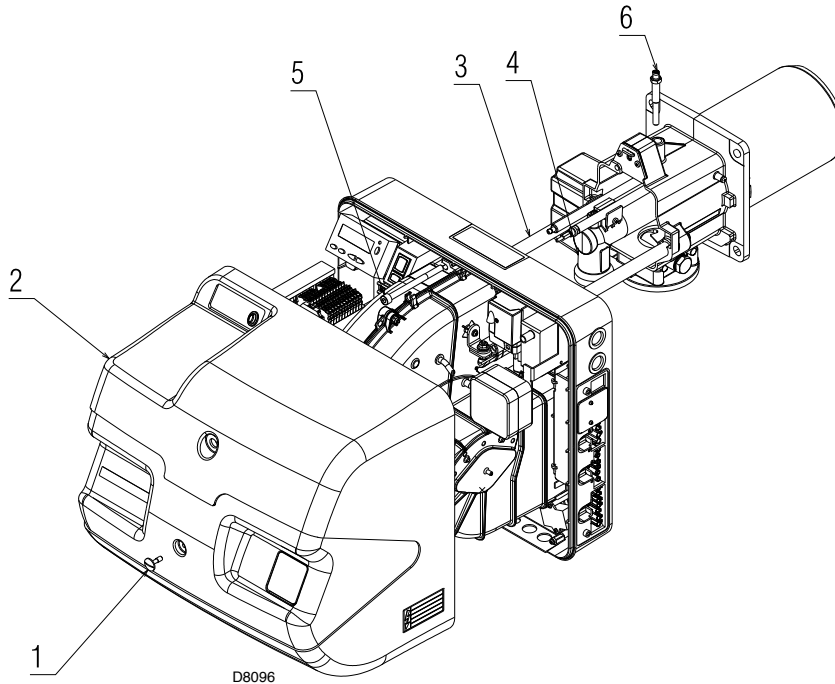

Fig. 40
- Aflojar el tornillo 1)(Fig. 40) y sacar la envolvente 2).
- Sacar el tornillo 5)(Fig. 40) y hacer retroceder el quemador en las guías 3) aproximadamente 100 mm.
- Enroscar el tornillo 5)(Fig. 40) y tirar suavemente hacia afuera los cables de sonda y electrodo, hasta tensarlos ligeramente.